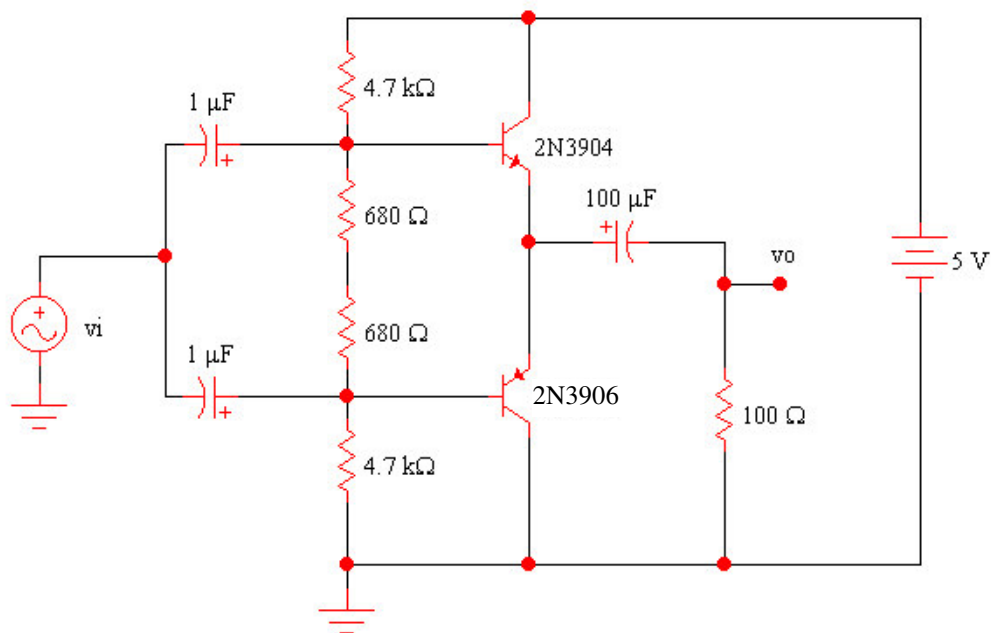

Figura 1 - Circuito amplificador push-pull.
1. Montar o circuito mostrado na figura 1, observando cuidadosamente a polaridade dos componentes.